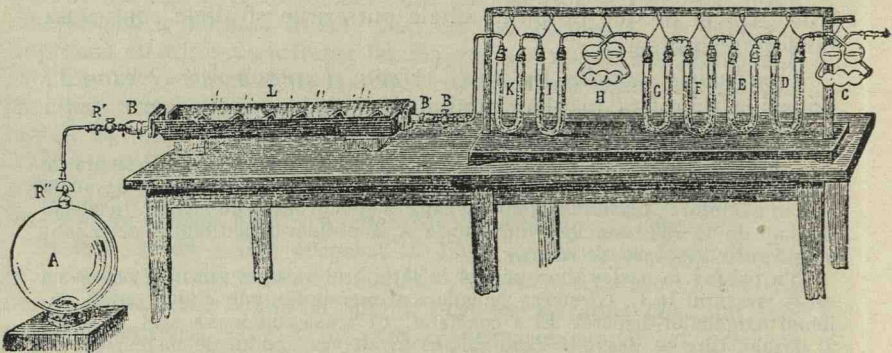

Fig. 109. Analiza aerului în greutate, *Dumas și Boussigault*.
**II. Analiza în greutate** a fost făcută la 1840 de *Dumas și Boussigault*. Oxigenul este luat prin cupru încălzit. Experiența s'a făcut în modul următor, fig. 109.